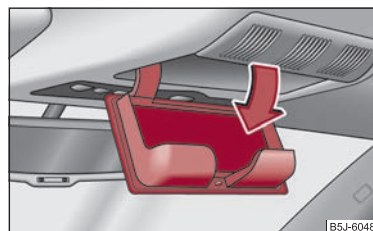

Abb. 80 Ausschnitt des Dachhimmels: Ablagefach für Brille
- Drücken Sie auf den Deckel des Ablagefaches, das Ablagefach klappt nach unten auf ⇒ Abb. 80.